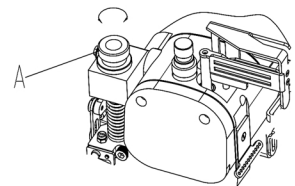

图35 (Fig.35)
3. 上滚轮压力的调整: 将压力调整螺钉(A)往顺时针方向转动, 则压力加大, 反之压力减小。(图35)
Turn pressure control knob (A) clockwise to increase the pressure of top roller, vice versa (Fig.35)。